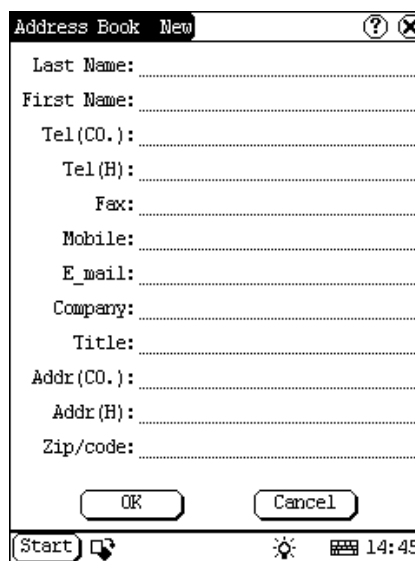

Abb. 4-20
- 1) Auf dem Adressbuch-Interface klicken Sie auf [Neu], um das neue Interface der Adresse zu öffnen. (Siehe Abb. 4-20)